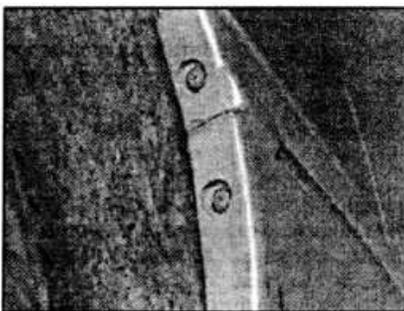

Рис. 11.2. Винты крепления переднего бампера.
- Отвинтите 2 винта крепления бампера к крылу с двух сторон в задней части бампера (см. рис. 11.2).